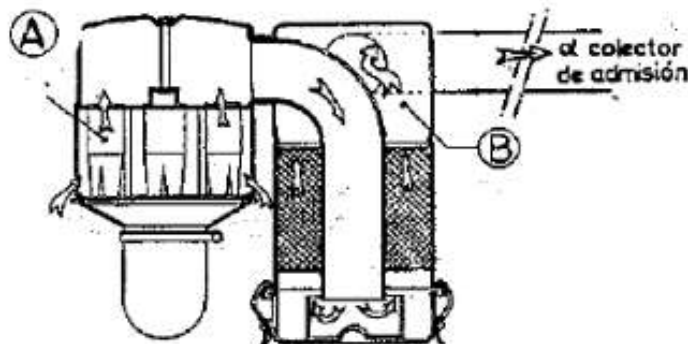

Fig. 26.—Esquema de filtro de aire.
El aire (fig. 26) pasa primeramente por el prefiltro (A), sufriendo una serie de cambios bruscos de dirección y varias expansiones en los separadores ciclónicos, provocando la caída de las partículas de polvo hacia el vaso colector, de plástico transparente.